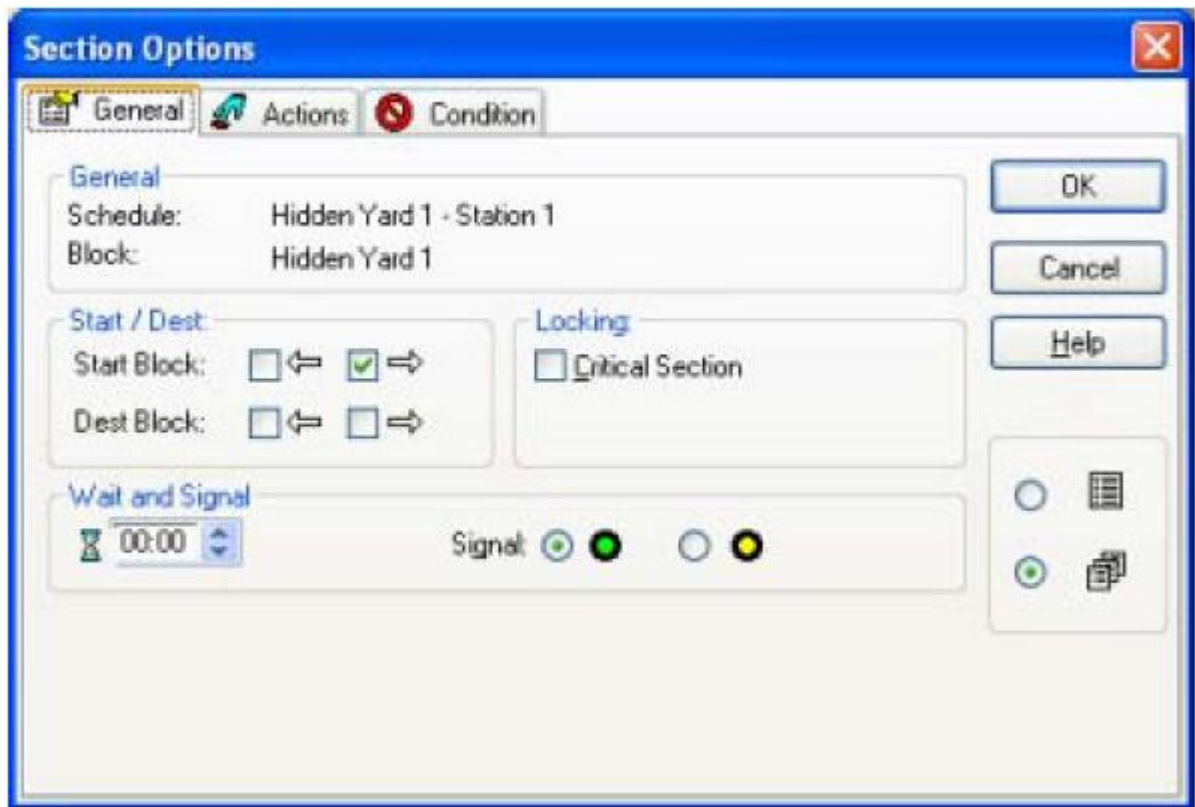

Figure 100 : Configurations de Bloc pour le Schedule Spécifique
- Chaque bloc qui n'a aucun bloc suivant dans ce Schedule ("impasse") est calculé comme le bloc de destination. Dans la Figure 100, par exemple, "Northville2" est calculé comme bloc de destination à gauche. Si un train exécute ce Schedule, il ne peut pas quitter "Northville2" par la gauche, parce qu'il n'y a aucun autre bloc à gauche de "Northville2", qui est contenu dans ce Schedule.